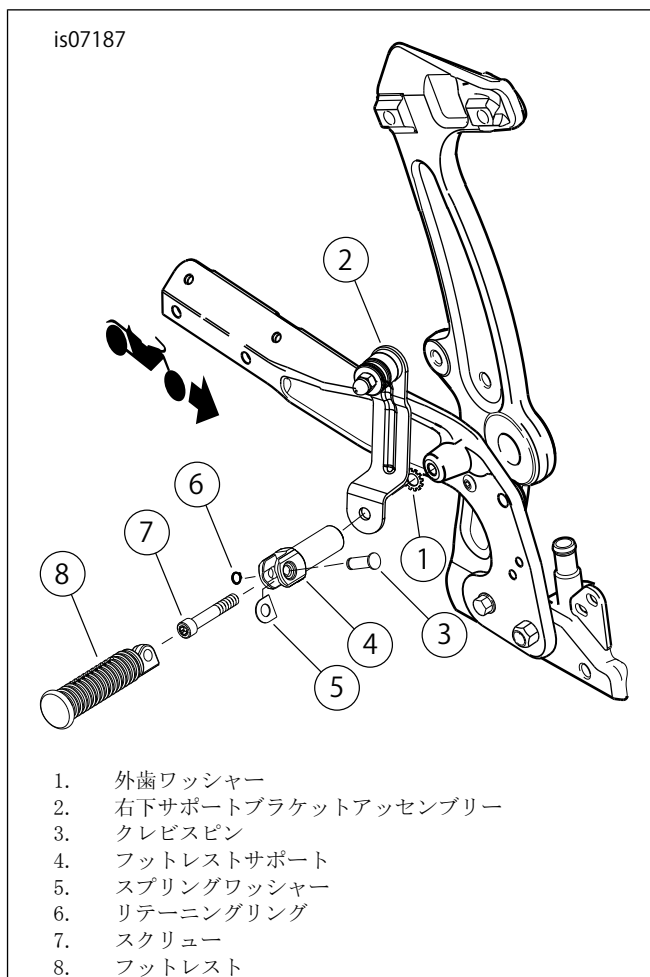
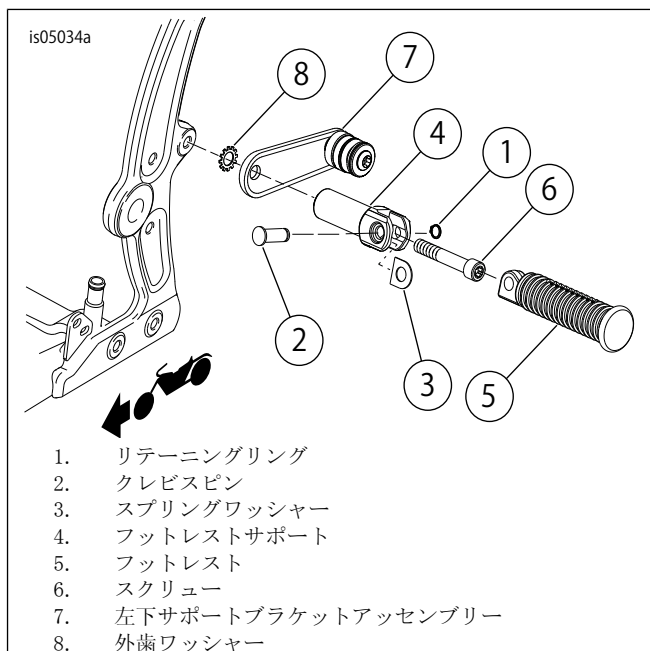

図4. 右下サポートブラケットアッセンブリー
図5. 左下サポートブラケットアッセンブリー
1. FXSモデル: 「図4」または「図5」を参照してください。車両右手より、パッセンジャーフットレスト(8)リテーニングリング(6)、クレビスピン(3)、スプリングワッシャー(5)を取り外します。